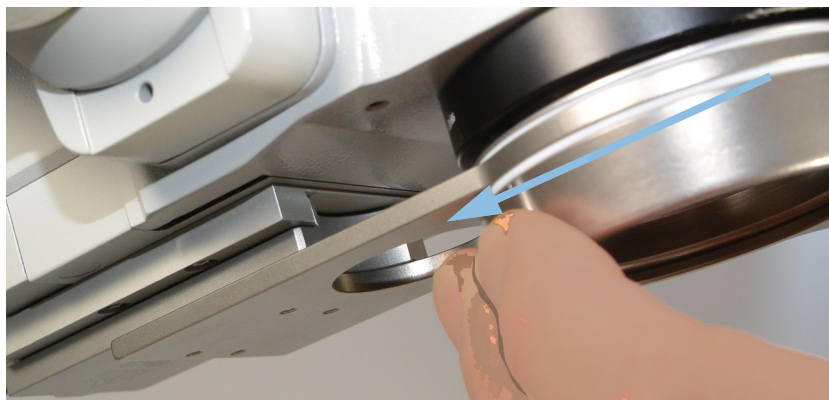

図 9-11: アダプタープレートの取り外し
- ➔ アダプタープレートを取付アリ溝から引き抜きます、図 9-11、28ページ。